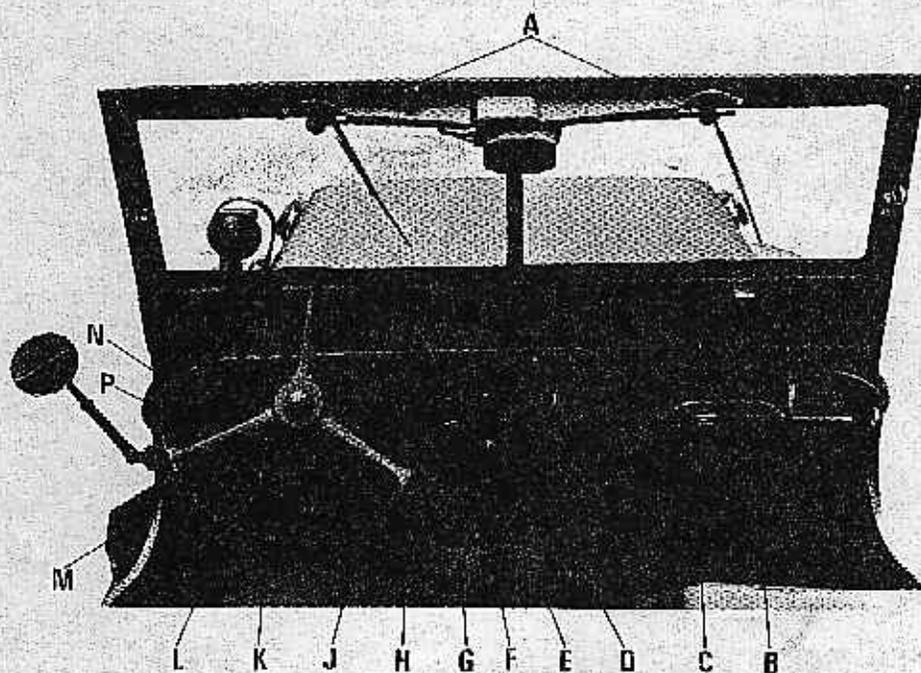

Figure 5. — Appareils de contrôle et commandes
1) Ampèremètre (fig. 5-D).
2) *Jauge de carburant* (fig. 5-I).
3) *Manomètre d'huile* (fig. 5-H).
4) *Compteur de vitesse* (fig. 5-F).
5) *Thermomètre* (fig. 5-E).
2) *Commutateur principal d'éclairage* (fig. 5-N).
3) *Commutateur phares-lanternes* (fig. 5-M).
4) *Commutateur au pied phares-codes* (fig. 5-L).
5) *Interrupteur d'éclairage du tableau de bord* (fig. 5-K).
10) *Contacteur de démarreur* (fig. 5-G).
11) *Interrupteur d'essuie-glace* (fig. 5-P).
12) *Interrupteur du circuit des batteries* (fig. 5-C).